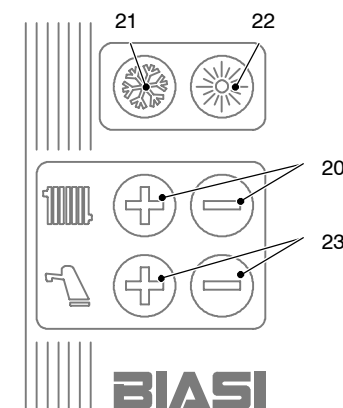

fig. 2.12
- Se si desidera il funzionamento della caldaia in riscaldamento/sanitario, premere il tasto (21 in fig. 2.12). Sul display compare la scritta **Inverno**, e un quadrato si posiziona sopra il simbolo .
- Se si desidera la sola produzione di acqua calda per uso sanitario, premere il tasto (22 in fig. 2.12). Sul display compare la scritta **Estate**, e un quadrato si posiziona sopra il simbolo .
Premendo il tasto (20 in fig. 2.12) in corrispondenza del simbolo si ha un incremento di temperatura. Il valore viene visualizzato sul display.
Premendo il tasto (20 in fig. 2.12) in corrispondenza del simbolo si ha un decremento di temperatura. Il valore viene visualizzato sul display.
Premendo il tasto \uparrow (23 in fig. 2.12) in corrispondenza del simbolo \uparrow si ha un incremento di temperatura. Il valore viene visualizzato sul display.
Premendo il tasto \downarrow (23 in fig. 2.12) in corrispondenza del simbolo \downarrow si ha un decremento di temperatura. Il valore viene visualizzato sul display.